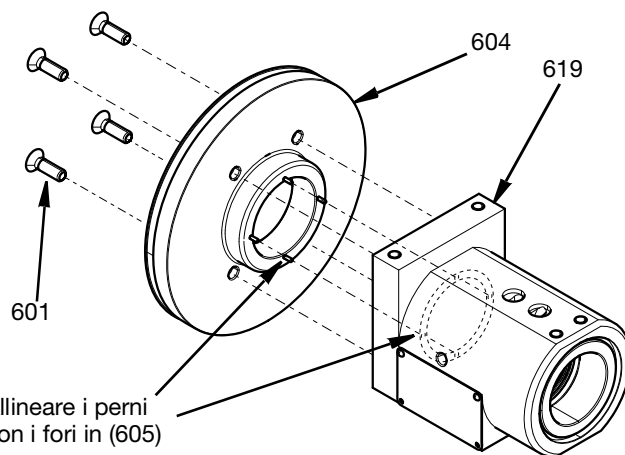

FIG. 23
3. Collegare l'alloggiamento del cuscinetto (604) al corpo girevole (619) con quattro viti M5 (601). Serrare a una coppia di 3,3 N•m (29,2 in-lb). Osservare che i quattro perni nell'alloggiamento del cuscinetto siano allineati e si interbloccano nei quattro fori dell'adattatore dell'anello distributore dell'aria (605). Vedere FIG. 23.